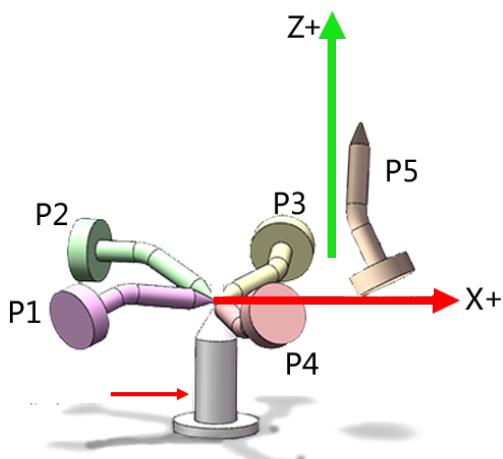
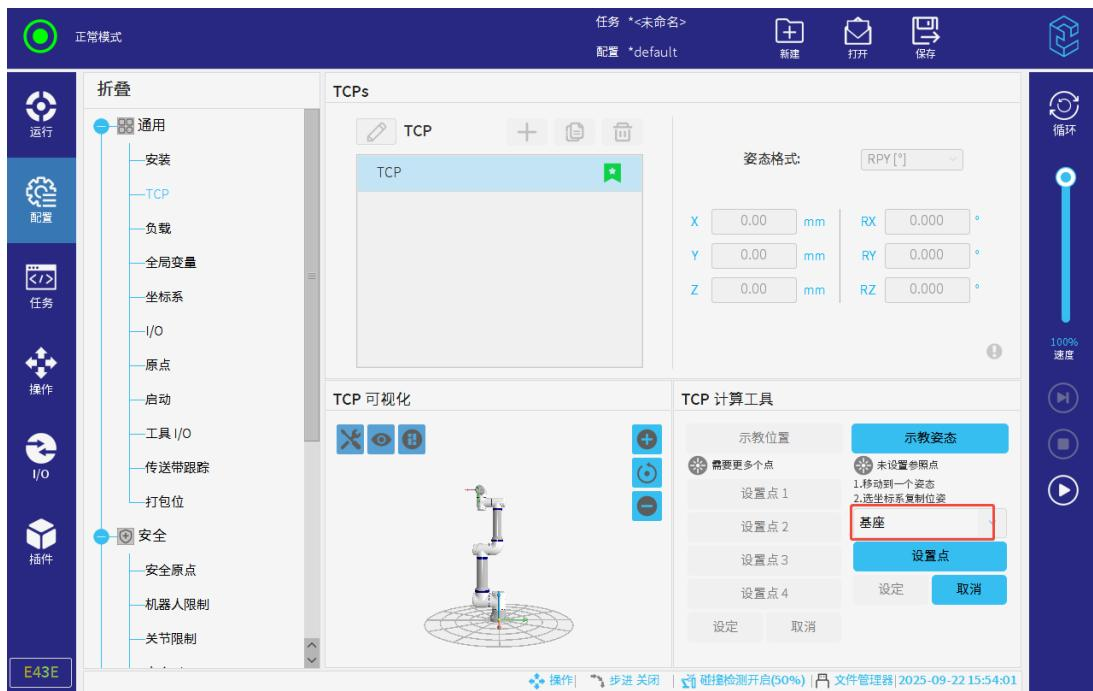

图 3-40: 工具坐标设定
图 3-41: 选择基座
2. 可选择默认的基座作为坐标系，随后调整工具姿态到一个点位 P5，使工具末端与坐标系朝向保持一致，工具 X 方向与 Y 方向符合设定需求，如图 3-40 所示，点击“设置点 > 设定”，系统即可根据坐标系计算出所需姿态的数据，将数据应用于该 TCP，如图 3-41 所示；